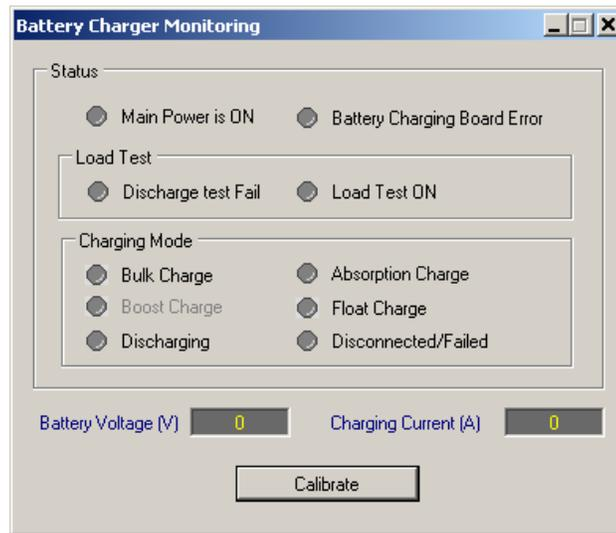
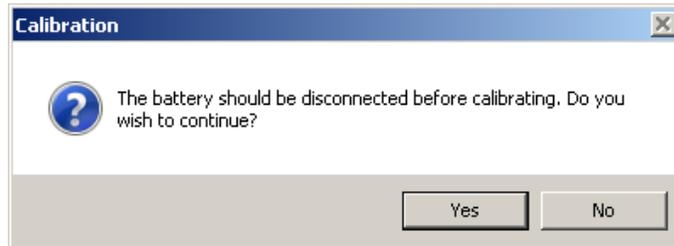

Figura 8 Pantalla de Estado del Monitoreo del Cargador de Batería
Figura 9 Pantalla de Confirmación de Cargador de Batería Desconectado
El M-2032B comunica el estado de la energía de la batería, la prueba de carga, el cargador, el voltaje de la batería y la corriente de carga al M-7679 que se puede ver desde IPScom / Monitor / Battery Charger Monitoring (Figura 8).
El M-7679 automáticamente probará la carga de las baterías de 24 Vcc una vez cada 24 horas a una hora del día definida por el usuario (Figura 9). Un temporizador interno de 24 horas acumulará los tiempos cuando el M-2032B este en el modo de carga (Ejemplo: 120 Vca este energizando al M-7679 proporcionando así alimentación de 24 Vcc para la fuente principal de alimentación para el M-7679 y cargando la batería). Aún si la batería está completamente cargada el M-2032B mantiene una baja velocidad de corriente de carga por lo que todavía está en el modo de carga.
2. Seleccione **Calibrate** desde la pantalla de Monitoreo del Cargador de Batería (Figura 8). El IPScom mostrará la pantalla de "Confirmación de Calibración" (Figura 9). Asegúrese de que el Cargador de Batería este desconectado.